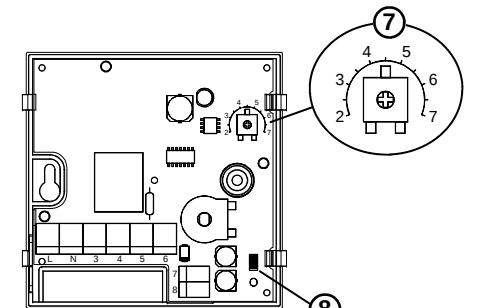

Fig. 7
Questa modalità consente di ridurre la temperatura impostata con la manopola di un valore pari a quello impostato sul trimmer interno (7) di Fig. 7, nel range 2°C .. 7°C. Il termostato esce dalla fabbrica con il trimmer impostato su 4,5°C.
Nel caso in cui l'installazione preveda un montaggio con sonda a distanza, è necessario rimuovere il connettore jumper JP1 (8 di Fig. 7), e collegare una sonda di tipo NTC da 4700 Ohm a 25°C con adeguato valore per il parametro beta ai morsetti 7 e 8. In caso di dubbio sul tipo di sonda da collegare si prega di consultare il costruttore.